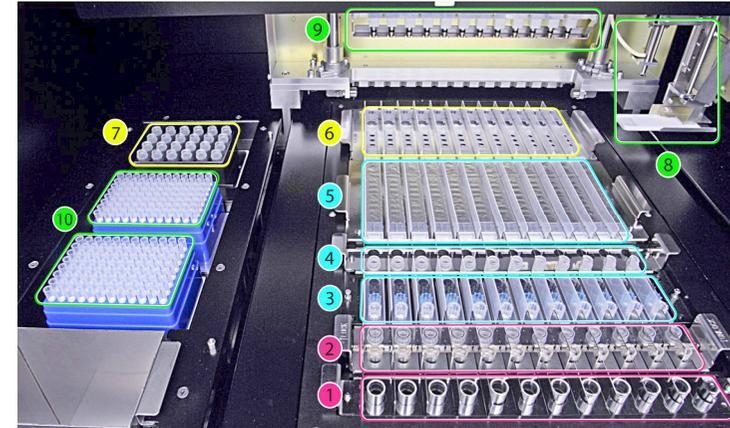

Figura 1: area di caricamento di «**ELITe InGenius**».
ELITe InGenius è stato sviluppato e convalidato per applicazioni IVD specifiche da ELITechGroup S.p.A. in abbinamento ai kit IVD di estrazione e ai kit IVD Real Time PCR. Visione d'insieme dello strumento «**ELITe InGenius**» (Figura 1).
La Figura 1 mostra la posizione del rack dei tubi primari campioni (1), la posizione del rack Extraction tube + cap (2), la posizione del rack puntali (3), la posizione del rack dei tubi di eluzione (Elution tube) (4), la posizione del rack della cartuccia di estrazione (5) e la posizione del rack della cartuccia PCR (6), la posizione del blocco reagenti PCR e Controllo Interno (Inventory Manager) (7), i due sistemi di dispensazione del campione e dei reagenti (8, a canale singolo, 9, a canali multipli), le posizioni dei puntali (10) e il contenitore per rifiuti in basso a sinistra.
6. Confermare che i reagenti siano sufficienti per il numero di test selezionati e che siano collocati correttamente nella posizione 7 Inventory Manager (cfr. Pagina 11, Figura 1), come indicato sullo schermo, premere il pulsante "Next" (Successivo).
7. Caricare un numero sufficiente di puntali nella posizione 10 (cfr. Pagina 11, Figura 1).
9. Caricare le cassette PCR nella posizione 6 (cfr. Pagina 12, Figura 1).
11. Caricare le Extraction Cartridge nella posizione 5 (cfr. Pagina 11, Figura 1).
13. Caricare la quantità richiesta dei tubi di eluzione (Elution tube) nella posizione 4 (cfr. Pagina 11, Figura 1).
15. Caricare la quantità richiesta di puntali nella posizione 3 (cfr. Pagina 11, Figura 1).
17. Caricare la quantità richiesta di Extraction Tube nella posizione 2 (cfr. Pagina 11, Figura 1).